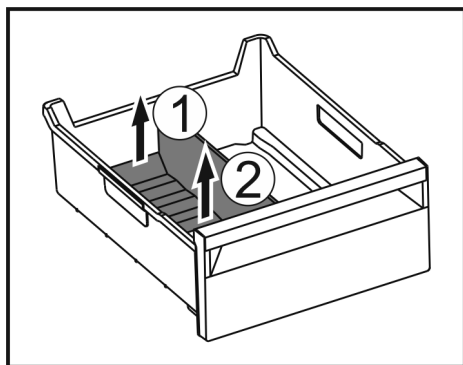

Fig. 149
- Sollevare la parte posteriore del divisore dello scomparto del ghiaccio. Fig. 149 (1)
- Rimuovere il divisore dello scomparto del ghiaccio verso l'alto. Fig. 149 (2)